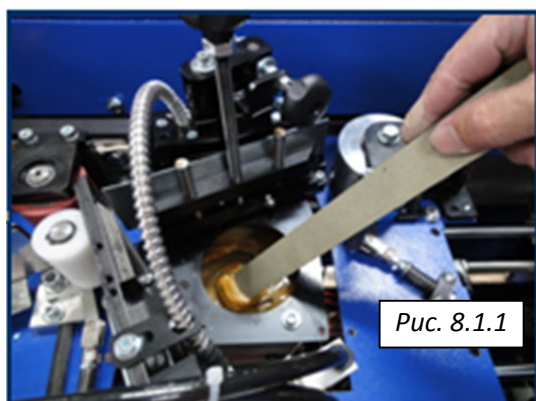

Рис. 8.1.1
2. Деревянной палочкой, размером приблизительно 4x1 см, приподнимите одну сторону клея. ЗАПРЕЩАЕТСЯ использовать металлические инструменты (Рис. 8.1.1).